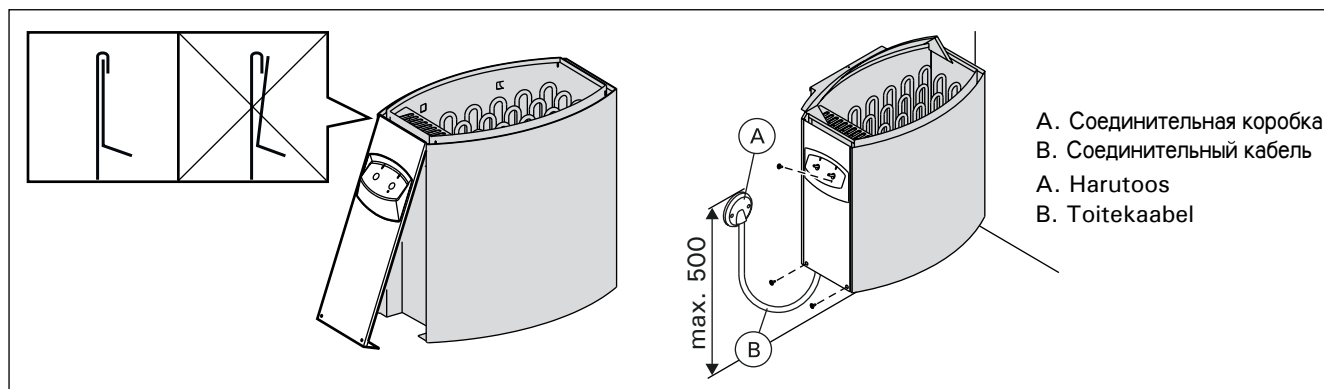

Рисунок 8. Установка крышки распределительной коробки (все размеры приведены в миллиметрах)
- Каменка гибким проводом подсоединяется к соединительной коробке (рис. 8: А) на стене сауны. Соединительная коробка должна быть брызгозащищенной и находиться на расстоянии не выше 500 мм от пола.
- В качестве кабеля (рис. 8: В) следует использовать резиновый кабель типа HO7RN-F или подобный. **ВНИМАНИЕ! Использование кабеля с ПВХ-изоляцией запрещено вследствие его**
- При установке крышки распределительной коробки каменки убедитесь, что верхний край крышки расположен правильно.** При его неправильном расположении возможно попадание воды в распределительную коробку каменки. Рис. 8.
- Peale vooluvarustuse ühendusklemmide on BC-kerised varustatud ühendusega (P), mis võimaldab kütmist juhtida (joonis 10). Sisselülitamisel antakse toitepinge juhtimine keriselt edasi. Kütmise juhtimise kaabel on toodud otse kerise ühenduskarpi ning sealt kerise terminaallokki piki sama jämedusega kummiisolatsiooniga kaablit, mis ühenduskaabelgi.